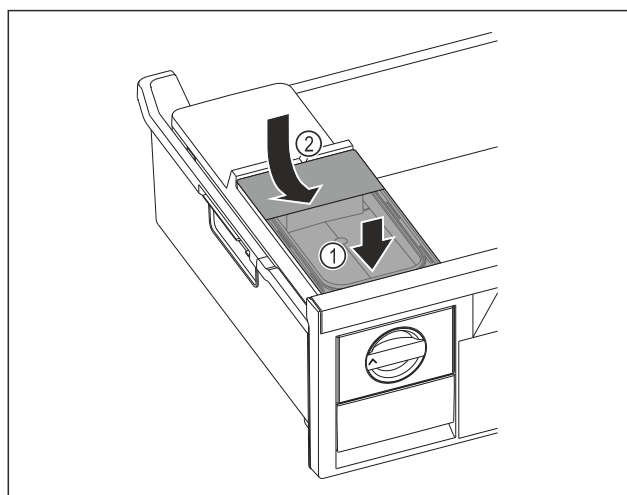

Fig. 40
- ▶ Nasadte vpředu nádržku na vodu. Fig. 40 (1)
- ▶ Spusťte nádržku na vodu vzadu dolů. Fig. 40 (2)